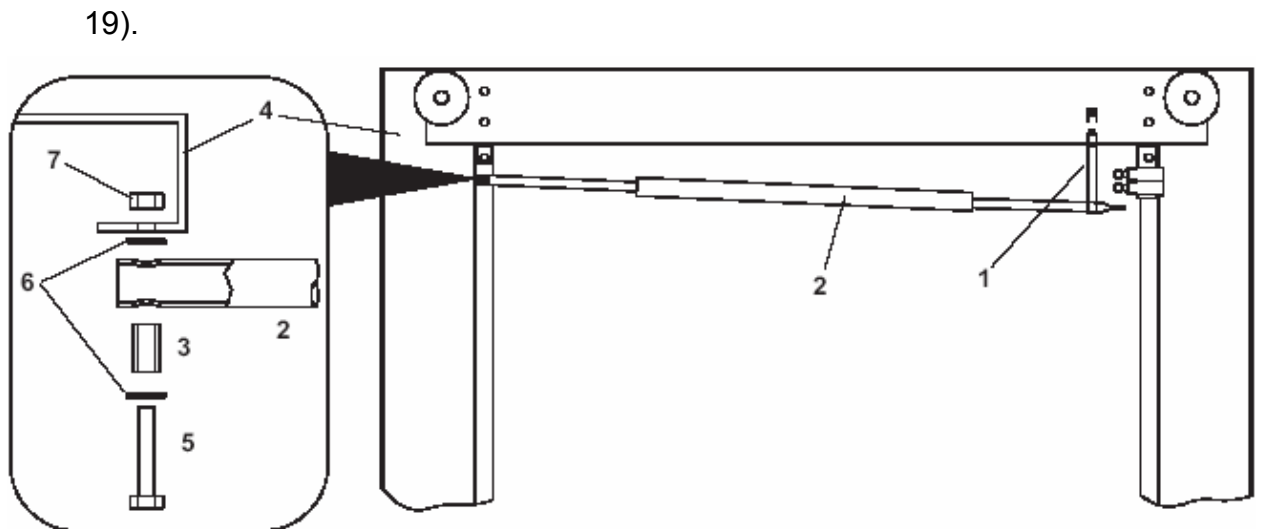

Рисунок 47.
4. Прикрепите ограничитель хода в следующем порядке (Рисунок 47):
- прикрепите держатель (1) к верхней поперечной балке, используя два болта M6x20, гайки и шайбы;
- установите ограничитель (2) на держатель (1) и вставьте втулки D=12x9, L=22 (3) в отверстия на краю ограничителя;
- прикрепите узел к отверстию в верхней части подчиненной стойки, используя болт M8x40 (5), шайбы D8,5 (6) и гайку M8 (7), как показано в пункте А.